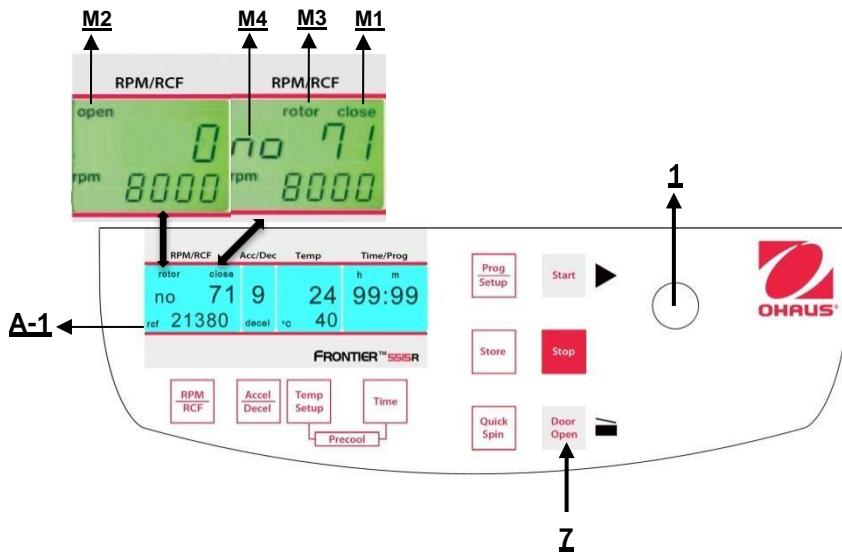

Figura 15
Dopo il funzionamento, quando il coperchio della centrifuga è chiuso, appare la parola "close" (M1) sul display "RPM | RCF" (A-1). Inoltre, se vi è un rotore nella centrifuga, appare la parola "rotor" (M3) e anche il numero di codice del rispettivo rotore che si trova all'interno del sistema centrifugo "71" (M4). Se nella centrifuga non vi è alcun rotore, la parola "rotor" (M3) lampeggia e appare la parola supplementare "no" (M4). Premendo il tasto "Door Open" (7), si può rilasciare il coperchio della centrifuga. Non appena il coperchio eletromagnetico è completamente rilasciato, appare la parola "open" (M2). Adesso è possibile aprire il coperchio della centrifuga. Fare riferimento alla figura 15 qui di seguito per riferimento.
Il coperchio deve solo essere abbassato leggermente. Un bloccaggio elettromagnetico del coperchio fa chiudere il coperchio stesso, e allo stesso tempo scompare la parola **"open"** (M2) (fare riferimento alla figura 15). Quale segnale che la centrifuga è pronta per essere avviata, il display **"RPM | RCF"** (A-1) visualizza la parola **"close"** (M1). Allo stesso tempo, si visualizza la parola **"rotor"** (M3), come il numero di codice del rotore che si trova nell'impianto della centrifuga, **"no 71"** (M4). Con questo, tutti i dati specifici del rotore, quali, per esempio, la velocità max. l'accelerazione, ecc. sono adattati.